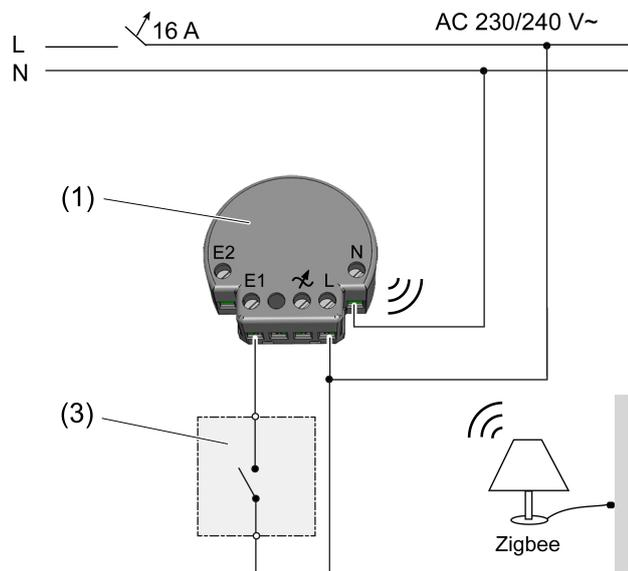
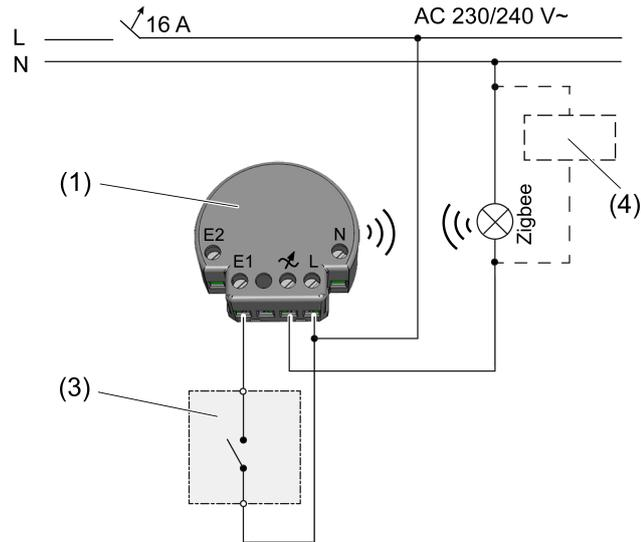
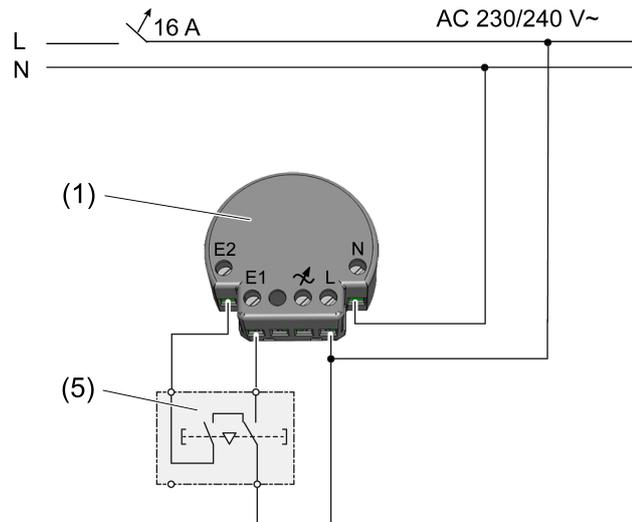
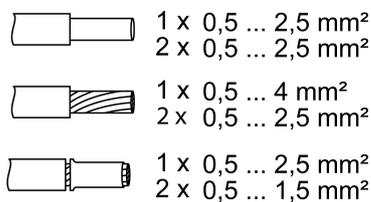

Bild 2: Anschlussplan Schalter oder Sensoren (mit Neutraleiter)
Bild 3: Anschlussplan Schalter (ohne Neutralleiter)
Bild 4: Anschlussplan Jalousietaster (5)
Bild 5: Klemmbarer Leiterquerschnitt
Ist ein Neutraleiter vorhanden, sollte die Tasterschnittstelle auf jeden Fall daran angeschlossen werden (Bild 2).
Beim Betrieb ohne Neutraleiter muss der Lampendraht an die Lastklemme  angeschlossen werden. Dies dient der Spannungsversorgung der Tasterschnittstelle, die Last wird nicht darüber geschaltet. Bei einigen HV LED Zigbee Lampen kann zudem der Anschluss eines Kompensationsmoduls (4) notwendig sein, um die Spannungsversorgung der Tasterschnittstelle oder einen störungsfreien Betrieb der Lampe zu gewährleisten (Bild 3).
Für den Anschluss der Tasterschnittstelle an einen Jalousietaster zur Bedienung von Behängen ist der Anschluss an einen Neutraleiter notwendig (Bild 4).
- Elektrischen Anschluss laut Anschlussplan vornehmen (Bild 2), (Bild 3) oder (Bild 4). Dabei den klemmbaren Leiterquerschnitt beachten (Bild 5).
- Beim Anschluss ohne Neutraleiter ggf. ein Kompensationsmodul (4) anschließen (Bild 3).